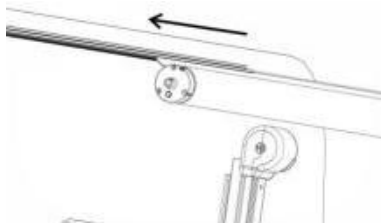

Figure C19
3.6 Desserrez une section de tissu sur le tube d'enroulement du store et enfiler-la dans le rail en tissu du véhicule (Figure C19)